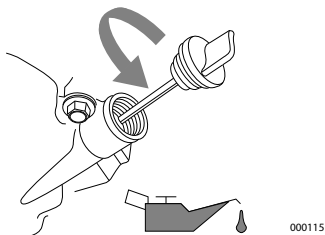

Figure 2-13. Retrait du bouchon-jaugeur
3. Retirez le bouchon-jaugeur de l'orifice en l'essuyant. Voir la Figure 2-13.